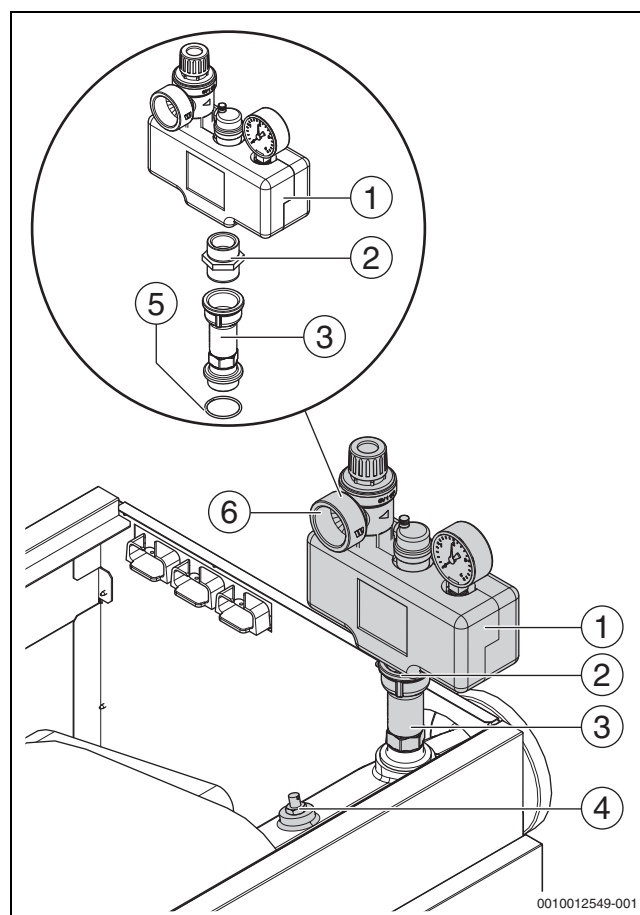

Fig. 17 Kit de sécurité 3 bars (illustration : version chaudière droite)
(→ Fig. 17 et 18)
- Étanchéifier le set de sécurité sur le raccord fileté du départ chauffage avec un produit d'étanchéité approprié ou les joints livrés (→ fig. 17).